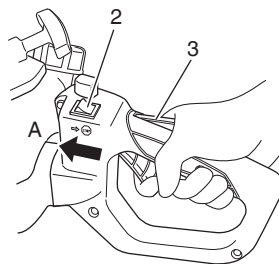

Fig. 3
1. Réglez le contacteur d'allumage (2) sur la position « ON » (A). (Fig. 3)